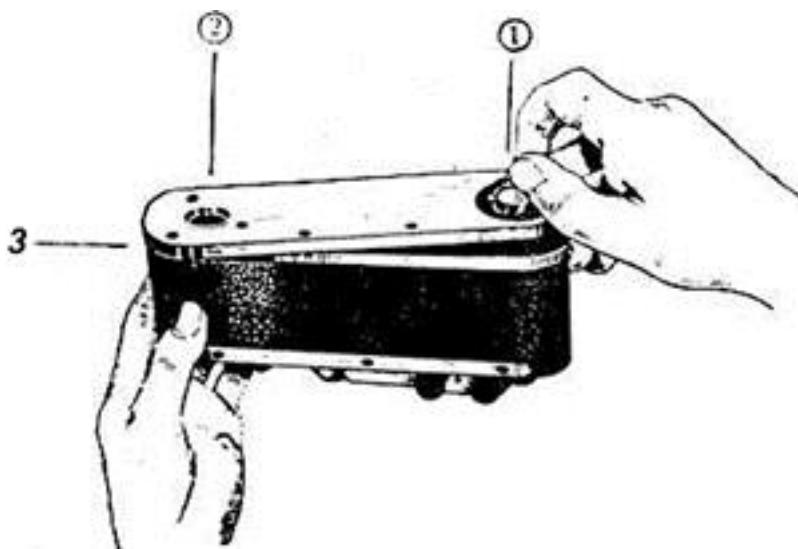
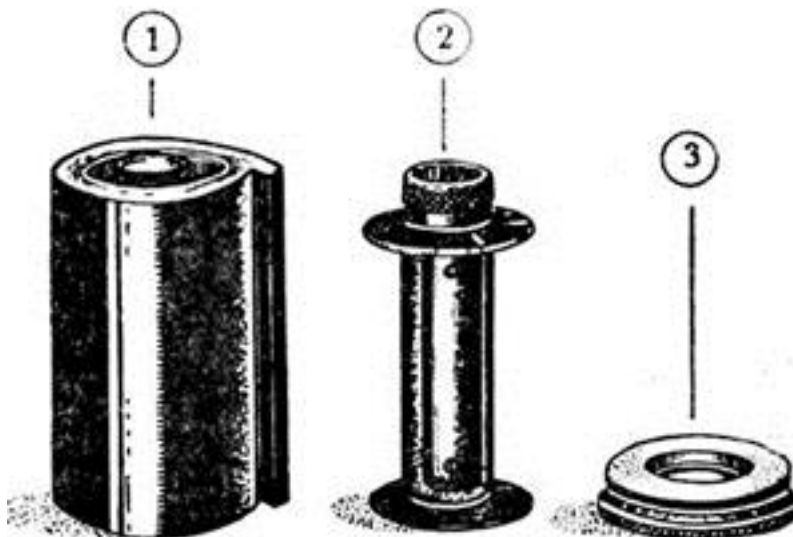
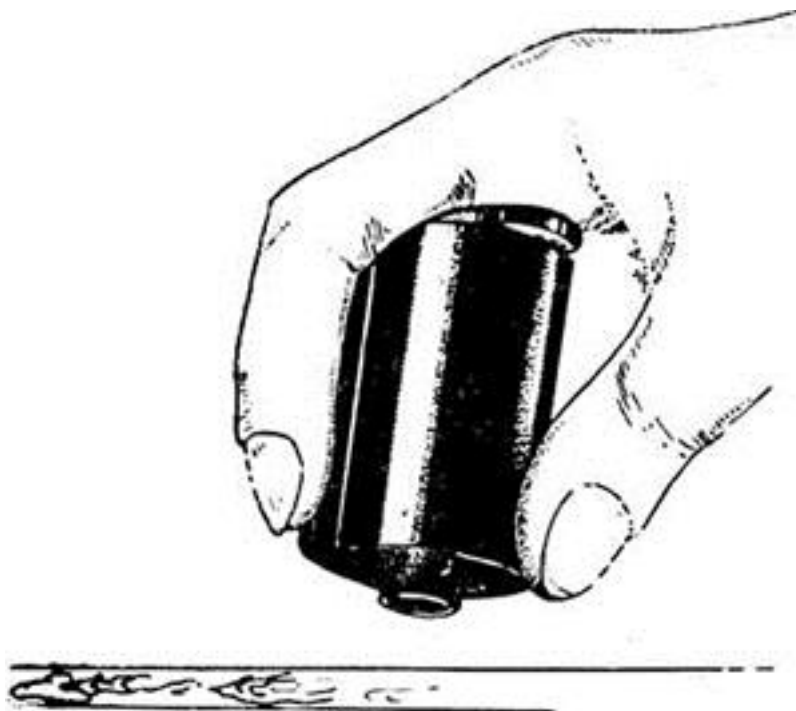

Рис. 2. Снятие нижней крышки аппарата „ФЭД“. 1) Складная поворотная ручка.
Рис. 4. Кассета аппарата „ФЭД“ в собранном и разобранном виде.
Рис. 5. Открывание кассеты.
На нижней (съемной) крышке аппарата (Рис. 2) имеется замок со складной поворотной ручкой (1), а также штативная гайка (2) для укрепления аппарата на штативе при съемке с выдержкой.
Держат аппарат нижней съемной крышкой вверх и снимают, как выше было указано (Рис. 2), нижнюю крышку аппарата. Затем вынимают из аппарата кассету, находящуюся справа и аппаратную катушку, находящуюся слева. Теперь отодвигают аппарат в сторону и раскрывают кассету (Рис. 4), нажимая головкой кассетной катушки о доску стола (Рис. 5). В результате кольцо-крышка (Рис. 4/3) освобождается из кассеты и из корпуса вынимают кассетную катушку (Рис. 4/2).